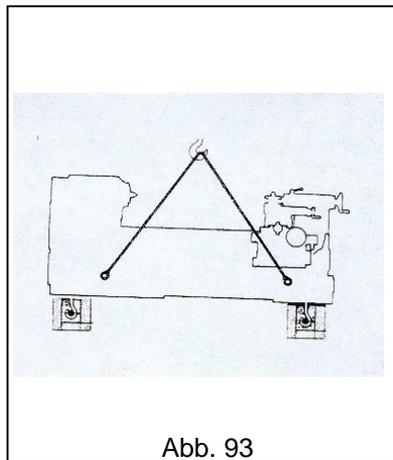

Abb. 93
- **NIEMALS** den Kran verwenden, um am Boden verankerte Elemente in Spannung zu halten (Abb. 93).